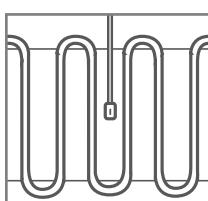
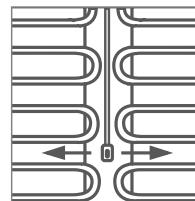

рис. 1
рис. 2
**7. Расположите нагревательный мат относительно датчика температуры пола.** Проследите, расположение датчика должно быть внутри нагревательного мата (рис. 1) или между двумя матами (рис. 2) на равном расстоянии относительно витков греющего кабеля. Не устанавливайте датчик темпера-